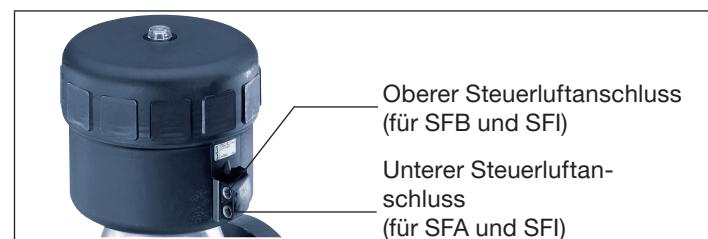

Bild 20: Steuerluftanschluss
- Unterem Steuerluftanschluss mit Druckluft (Wert wie auf dem Typschild angegeben) beaufschlagen (siehe nachfolgendes „Bild 20“).
- Oberen Steuerluftanschluss mit Druckluft (Wert wie auf dem Typschild angegeben) beaufschlagen (siehe „Bild 20“).
Antrieb schaltet nicht	Steuerluftanschluss vertauscht* SFA: → Steuerluftanschluss unten anschließen SFB: → Steuerluftanschluss oben anschließen SFI → Steuerluftanschluss oben: Schließen Steuerluftanschluss unten: Öffnen *siehe „Bild 20“